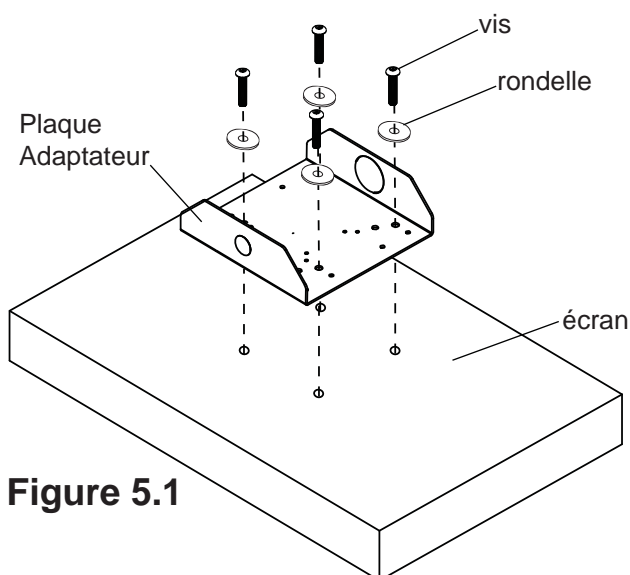
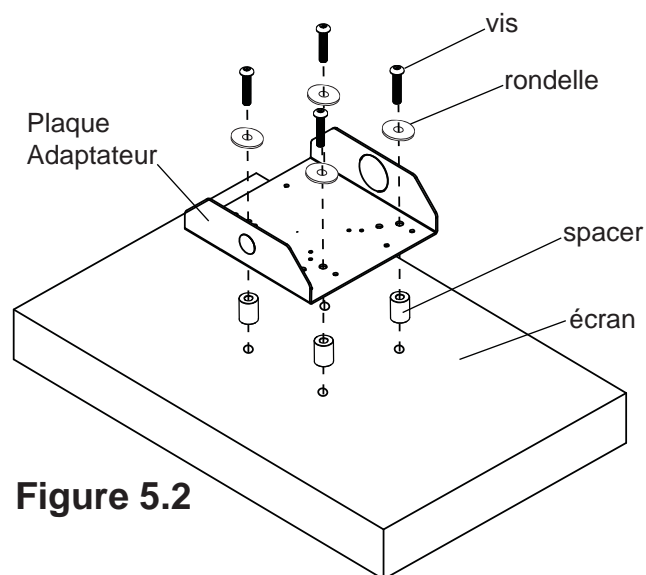

Figure 5.1
Figure 5.2
- 5 Sélectionnez la vis de sécurité qui répond le mieux à l'écran. Centre de support de l'adaptateur de la colonne (A) sur le dos de l'écran et alignez les quatre trous de montage. Fixer la colonne (A) à l'écran avec quatre vis et quatre rondelles en utilisant la clé Allen (C) comme le montre la figure 5.1. Si l'écran a une émoussés ou concaves retour entretoises peuvent être utilisés entre l'écran et le support adaptateur de la colonne (A) comme illustré à la figure 5.2. La vis doit effectuer au moins trois tours complets dans le trou de fixation et tenir solidement en place.